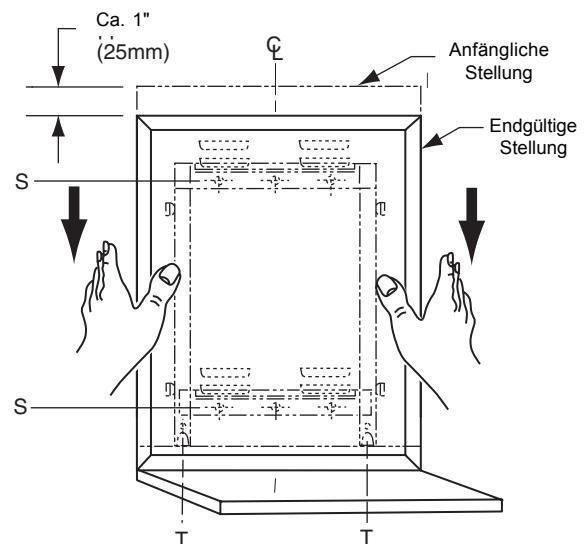

Abbildung: 4
**Sicherungsschrauben-Design** — Den Spiegel an der Wandaufhängung festklemmen. Dazu die Kreuzschlitz-Sicherungsschrauben festziehen, die unten im Rahmen an Punkten versteckt sind, die mit einem T gekennzeichnet sind. Der Spiegel kann von der Wandaufhängung entriegelt werden, indem die Sicherungsschrauben gelockert werden und der Spiegel von der verdeckten Wandaufhängung abgehoben wird (siehe Abb. 4).